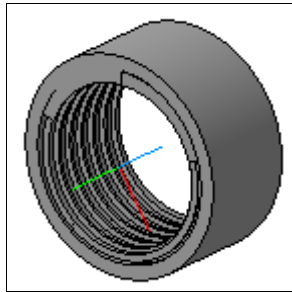

Рис. 6.30. Модель Гайка
- ◆ нажмите кнопку **Создать объект**. Спираль на объекте построена. У вас должен получиться результат, подобный представленному на рис. 6.30.